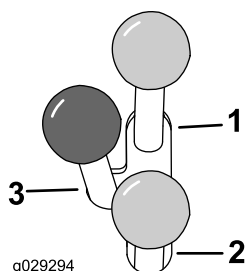

Рисунок 13
- Для работы гидравлическим навесным орудием в прямом направлении переведите рычаг вспомогательной гидравлики вперед (Рисунок 13).
- Для работы гидравлическим навесным орудием в обратном направлении переведите рычаг вспомогательной гидравлики назад (Рисунок 13).
Примечание: Если вы отпустите рычаг, когда он находится в положении ВПЕРЕД или НАЗАД, он автоматически вернется в положение НЕЙТРАЛЬ (Рисунок 13).